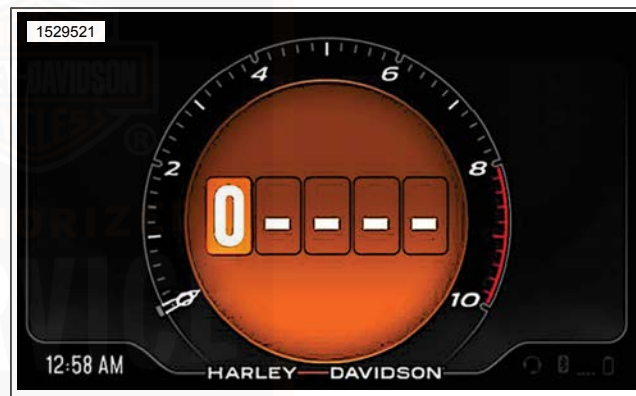

Abbildung 21. PIN-Eingabebildschirm
- c. Siehe Abbildung 21. Der PIN -Bildschirm wird angezeigt.
- Siehe Abbildung 21. Die erste Ziffer des PIN wählen.